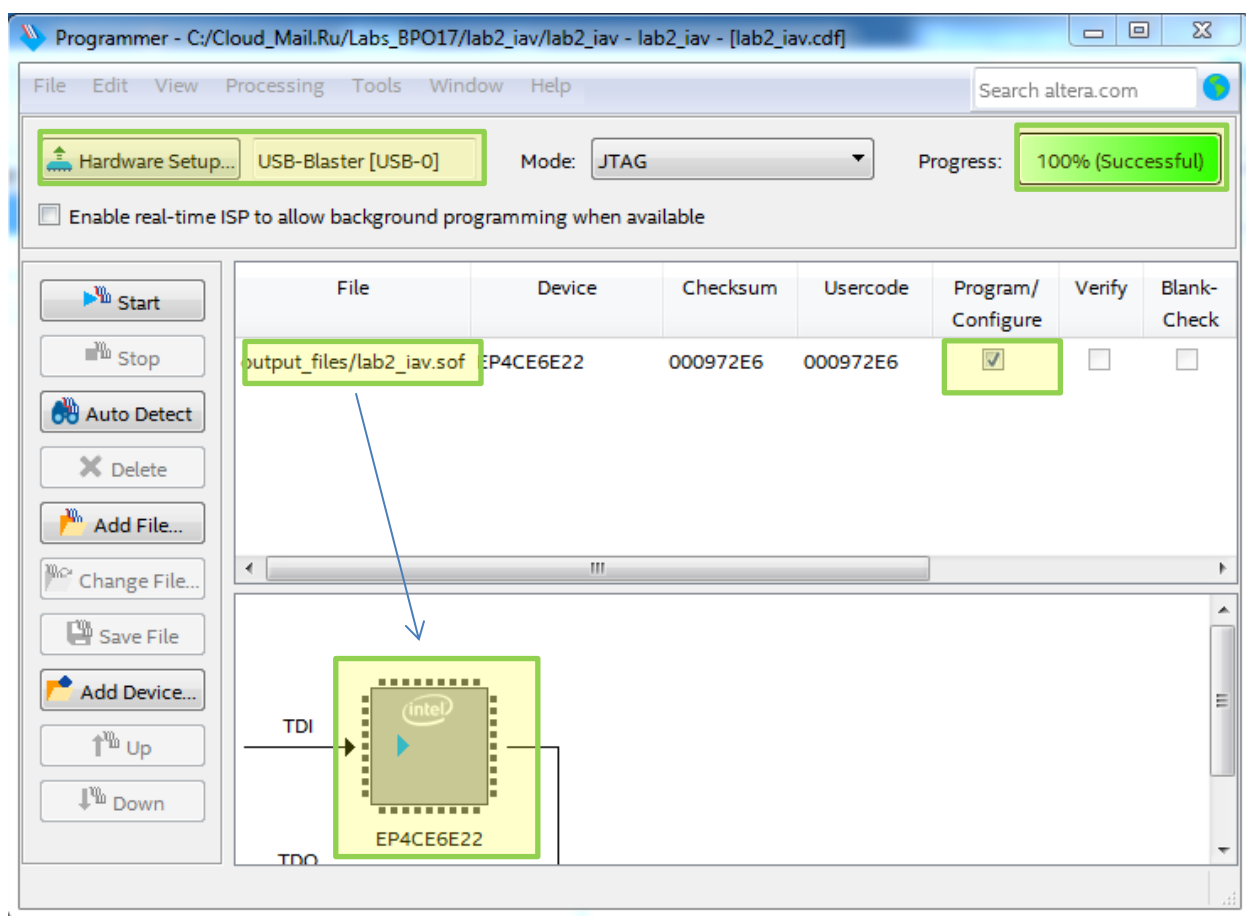

Рис.41 Окно программатора
8.3. Откройте окно программатора **Programmer** из окна **Tasks (Program Device)** или кнопкой  или **Tools->Programmer** (рис. 41).